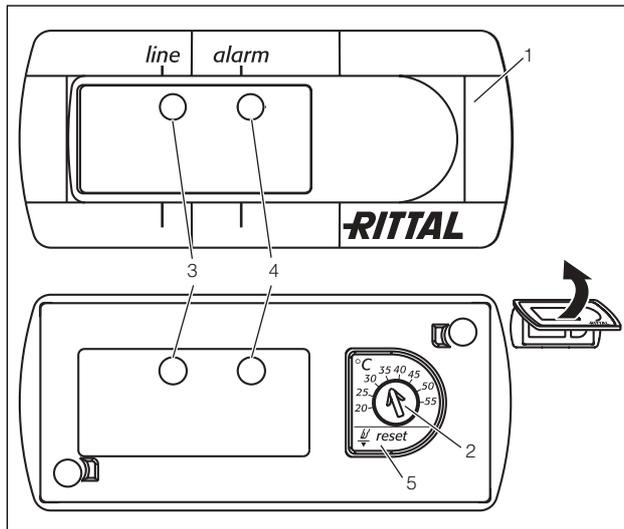

Imagen 17: Controlador básico
El controlador básico controla y regula el intercambiador de calor aire/agua. A través de los LED's verdes y rojos (imagen 17, nº 3 y 4) muestra los estados de servicio y fallo:
- Mantenga presionada la indicación de goma del potenciómetro (ver imagen 17, pos. 5, página 18), mientras vuelve a conectar la tensión de red y continúe manteniendo pulsada la tecla (5) durante 10 segundos más.
- Ajuste la temperatura teórica deseada en el dispositivo (página 18, imagen 17).